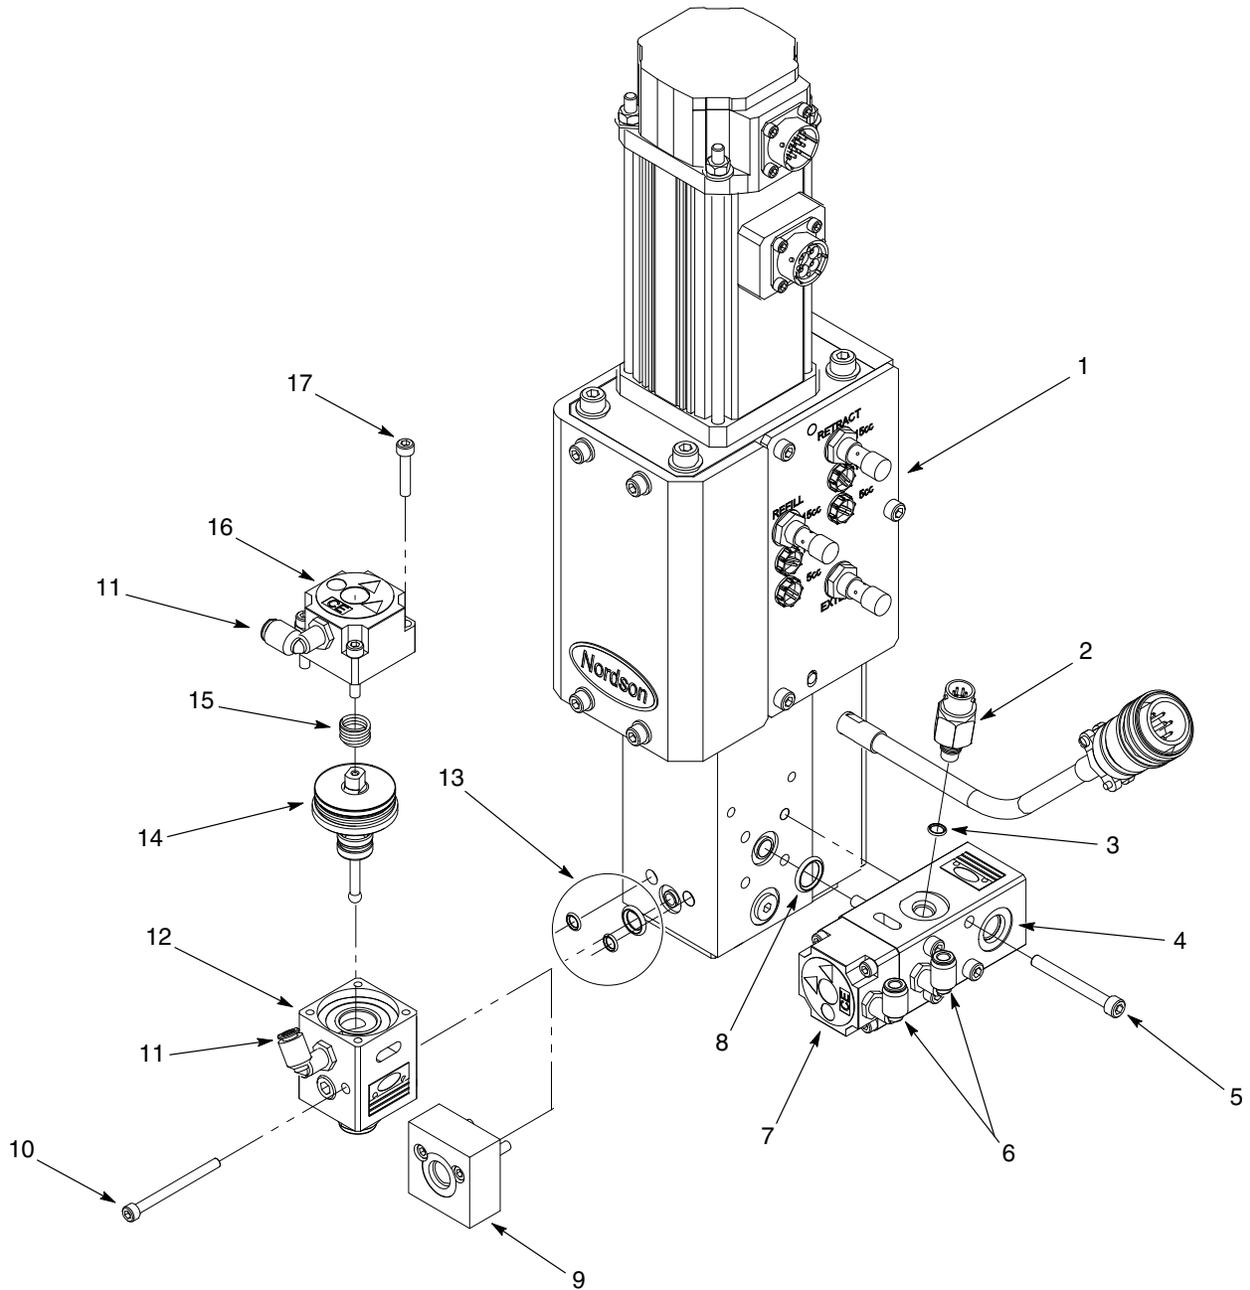

Figura 12 Repararea supapelor de intrare și ieșire
Vezi Figura 12 și folosiți următoarele proceduri pentru a efectua reparații asupra secțiunii hidraulice.
1. A se vedea Figura 12. Desfaceți șuruburile (17) care fixează capacul cilindrului pneumatic (16) la corpul supapei (12). Îndepărtați arcul (15) de pe corpul supapei.
2. Cu o șurubelniță mică, demontați cartușul (14) de pe corpul supapei (12).
3. Montați noul cartuș (14) în corpul supapei (12).
4. Montați arcul (15) pe cartușul (14).
5. Montați capacul cilindrului pneumatic (16) cu ajutorul șuruburilor (17). Strângeți șuruburile la 8,5-9 N•m (75-80 in.-lb)..
Vezi Figura 12 și folosiți următoarea procedură pentru înlocuirea supapei de ieșire.
Vezi Figura 12 și folosiți următoarea procedură pentru înlocuirea supapei de intrare.
1. A se vedea Figura 12. Deconectați cablul de la traductorul de presiune (2).
2. Demontați traductorul de presiune (2) de la supapa de intrare (7).
3. Lubrifiați inelul de etanșare al traductorului de presiune (3) cu vaselină TFE. Montați traductorul de presiune (2) în supapa de intrare (7) și strângeți la 5-5,6 N•m (45-50 in.-lb)
4. Conectați cablul la traductorul de presiune (2).